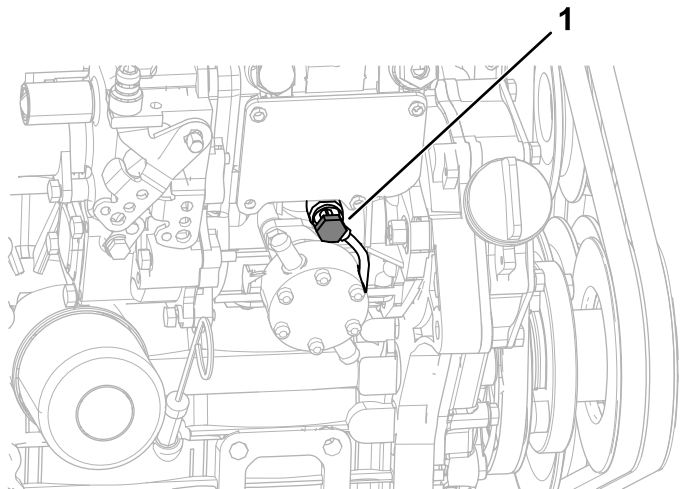

Figura 65
6. Deurubați urubul pentru purjarea aerului de pe pompa de injecție de combustibil (Figura 65).
8. Strângeți urubul de purjare aer (Figura 65).